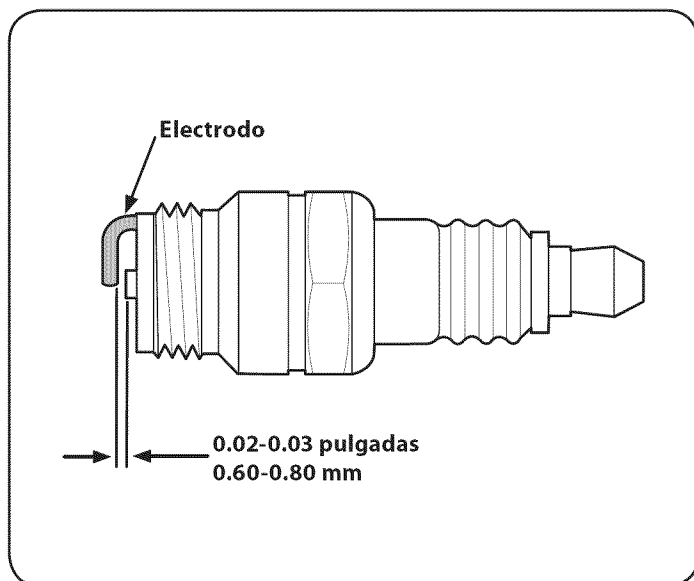

Figura 21
3. Mida la separación de bujía con un calibrador. Corrija de ser necesario torciendo el electrodo lateral. Vea la figura 21. La separación debe establecerse en 0,030 pulg.